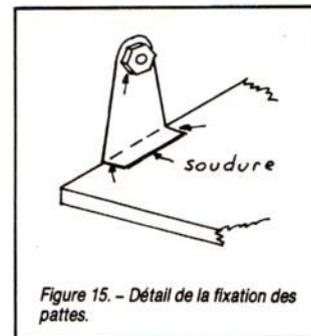

Figure 15. – Détail de la fixation des pattes.
– Le circuit FI se fixe à l'aide de trois pattes de laiton (lamelles de piles 4,5 V) soudées solidement au recto de la platine selon le détail de la figure 15. Un écrou de 15/10 est soudé sur chacune. La distance entre CI, FI et couvercle doit être telle que le sommet de TR₁ affleure. Dans ces conditions, le connecteur SLM est en contrebas. Cette disposition que nous n'aimions pas trop s'avère finalement bonne car elle contribue au maintien en place des connecteurs de servos. On peut prévoir des trous de réglage pour TR₁ et TR₂, mais c'est facultatif. Par contre un trou latéral d'accès au point C est utile.